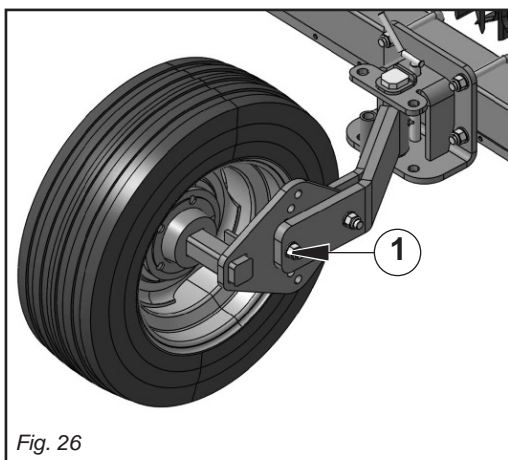

Fig. 26
- Regolare l'altezza di lavoro operando sulle ruote, svitando il bullone di tenuta, alzare la ruota all'altezza voluta, quindi reinserire il bullone nel foro prescelto (1 Fig. 26).
- Juster arbejds højden ved hjælp af hjulene, idet fastgøringsbolten skrues af og hjulet hæves til den ønskede højde. Derefter sættes bolten i det valgte hul (1 Fig. 26).